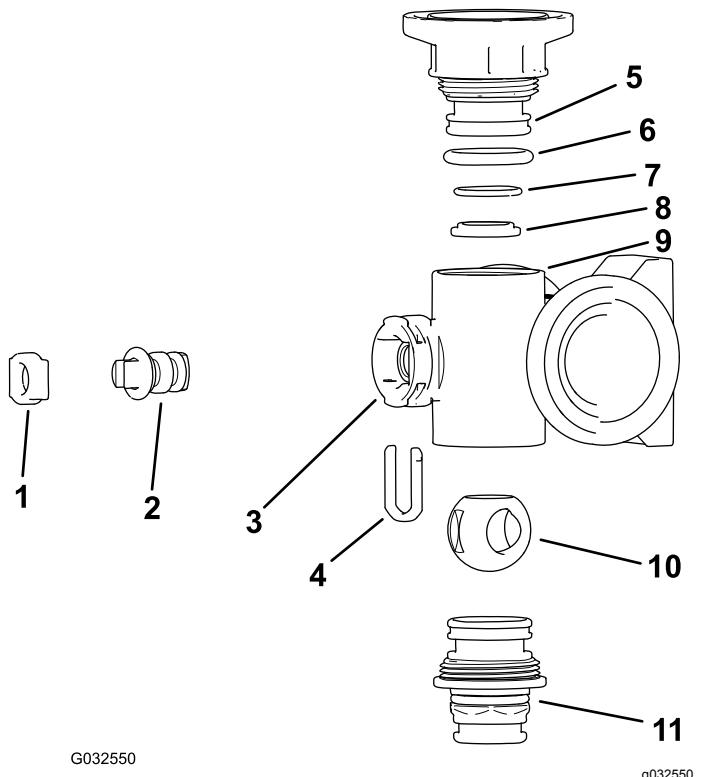
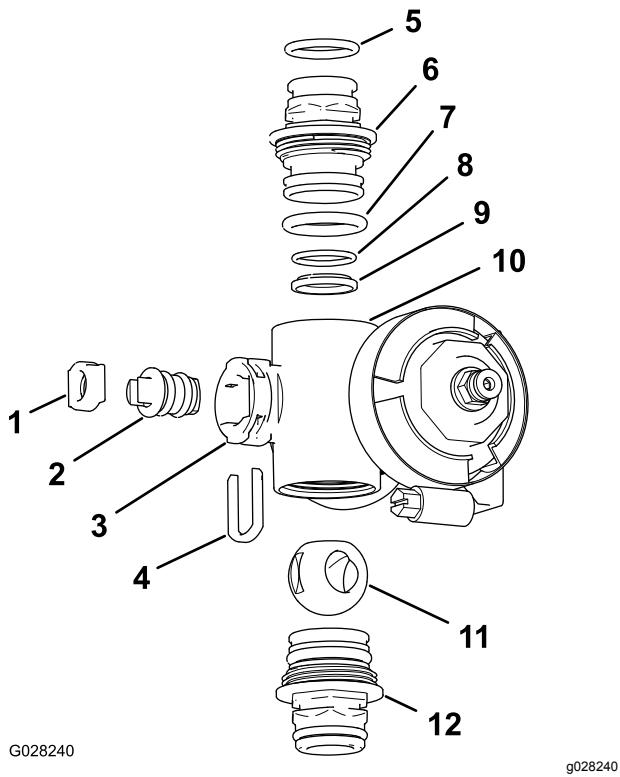

Figura 108
Figura 109
2. Retire el conjunto de conector de extremo y la conexión rápida de cada extremo del cuerpo del distribuidor (Figura 108 y Figura 109).
4. Retire la horquilla de retención del vástago de las ranuras del orificio del vástago del distribuidor (Figura 108 y Figura 109).
5. Retire la horquilla de retención del vástago y el asiento del vástago del distribuidor (Figura 108 y Figura 109).
6. Retire el conjunto de vástago de la válvula desde dentro del cuerpo del distribuidor (Figura 108 y Figura 109).
1. Compruebe la condición de las juntas tóricas del conector de salida (**distribuidor de la válvula de sección solamente**), las juntas tóricas de los conectores de extremo, las juntas tóricas de los asientos y los asientos de bola, en busca de daños o desgaste (Figura 108 y Figura 109).
2. Aplique grasa al vástago de la válvula e insértelo en el asiento del vástago de la válvula (Figura 108 y Figura 109).
3. Instale el vástago de la válvula y el asiento en el distribuidor y sujeté el vástago y el asiento con la horquilla de retención del vástago (Figura 108 y Figura 109).
4. Asegúrese de que la junta tórica del asiento y el asiento de la bola están alineados y asentados en el conector de extremo (Figura 108 y Figura 109).
5. Inserte el conjunto de conector de extremo en el cuerpo del colector hasta que la brida del conector de extremo toque el cuerpo del colector; y luego gire el conector de extremo $\frac{1}{8}$ a $\frac{1}{4}$ de vuelta más (Figura 108 y Figura 109).